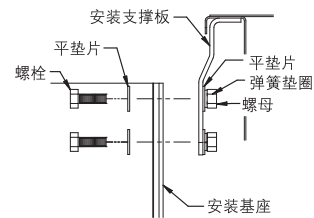

图21 - 基座的安装
2. 用3/8"（10mm）的平垫片、弹簧垫圈和螺母确保基座固定在支撑板上（见图21）。